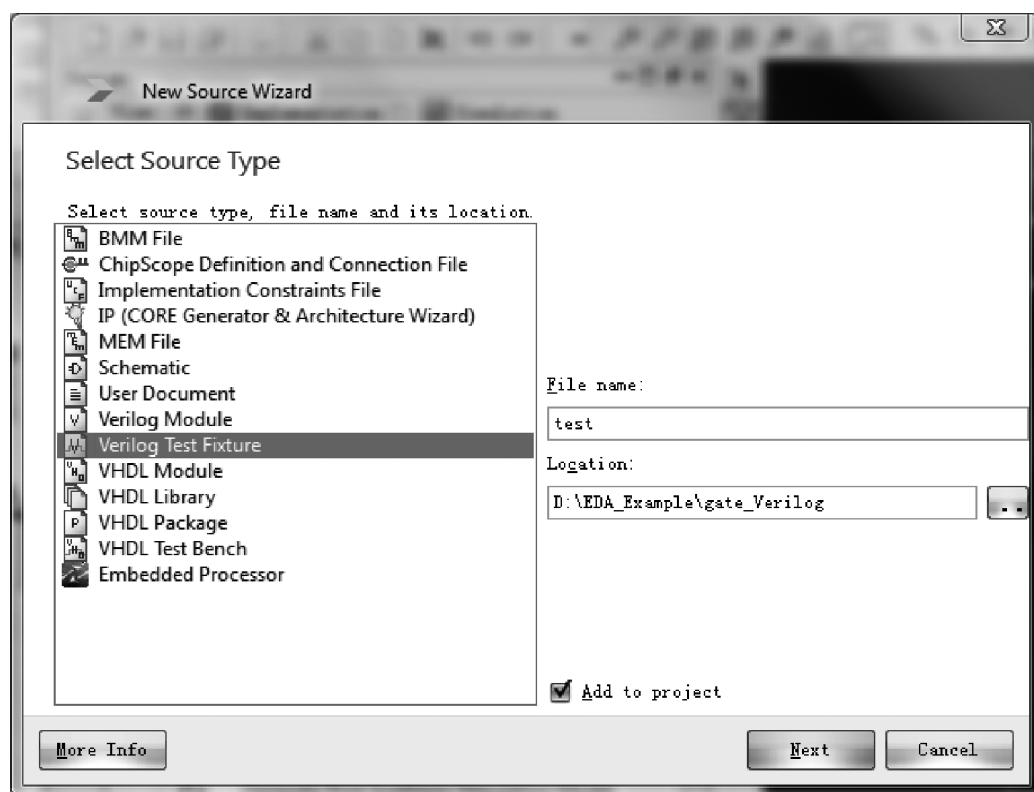
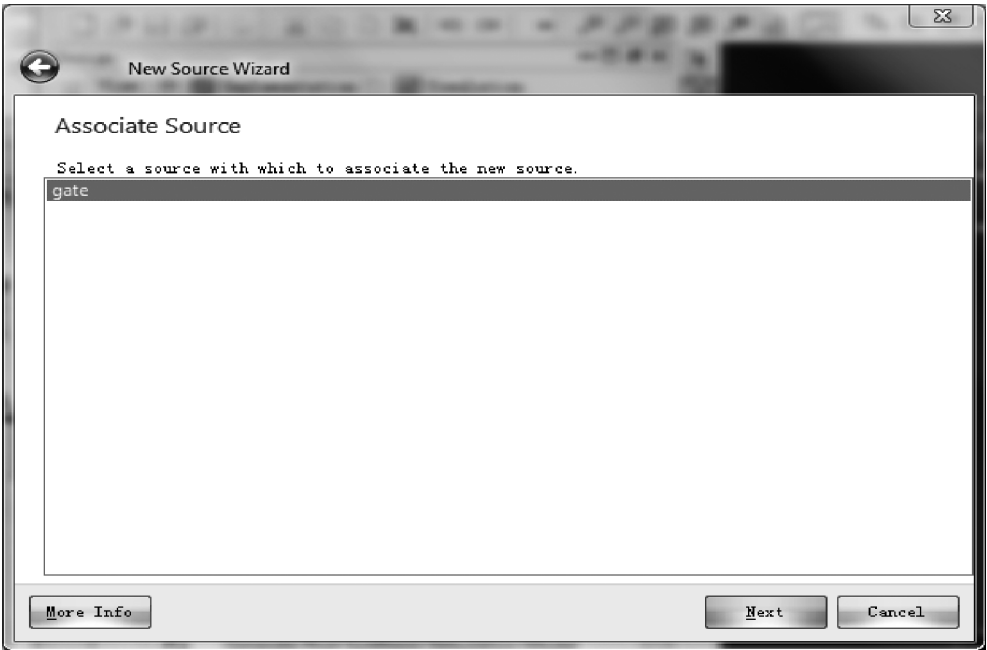
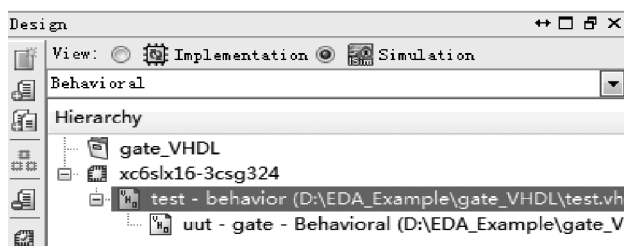

图 3.33 添加 test.v 仿真文件
图 3.34 关联设计文件
图 3.37 新添加了 test.vhd 文件
- (2) 如图 3.33 所示,出现 New Source Wizard-Select Source Type 界面,在该界面内按如下参数设置: ①在左侧选择 Verilog Test Fixture; ②File name: test。
- (3) 单击 Next 按钮。
- (4) 如图 3.34 所示,出现 New Source-Associate Source(新源文件-关联源文件)界面,选择需要仿真的设计文件,在该设计中,只有一个设计文件 gate。如果一个设计中,有多个设计文件,则需要手工选择要仿真的设计文件。
- (1) 类似地,选择 gate.vhd 文件,单击右键,出现浮动菜单,选择 New Source。
- (2) 如图 3.33 所示,出现 New Source Wizard-Select Source Type 界面,在该界面内按如下参数设置:①在左侧选择 VHDL Test Bench;②File name: test。
- (5) 单击 Next 按钮。
- (6) 出现 New Source-Summary(新源文件-总结)界面。生成的仿真文件的名字为 test.vhd。
- (7) 单击 Finish 按钮。
- (8) 如图 3.37 所示,在 Hierarchy 窗口下,新添加了 test.vhd 文件,并且自动打开 test.vhd 文件。